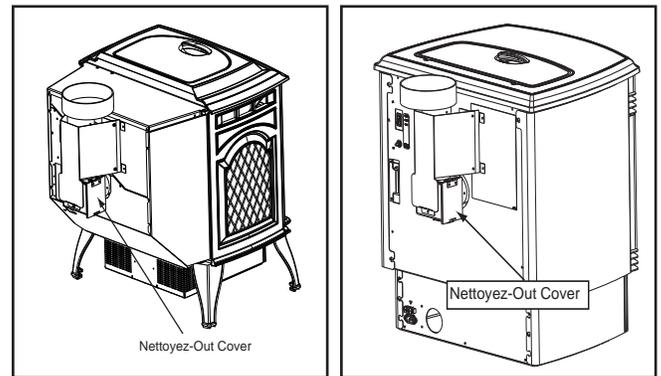

Figure 15.1
- b. Ouvrez le couvercle en ressorte propre. Figure 15.1.